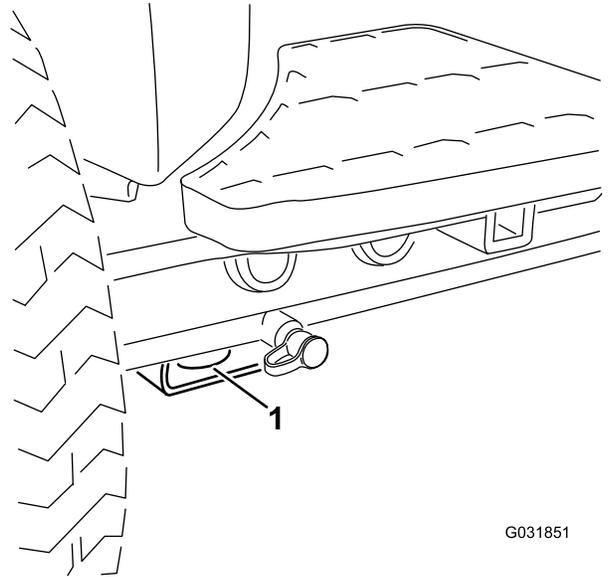

图37
- 前部——矩形垫片上的孔，位于每个前轮胎的轴管下（图37）。